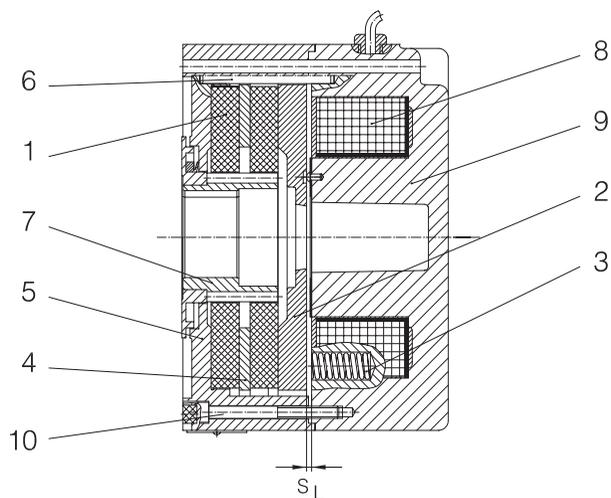

Рис. 1. Пружинный тормоз с промежуточной пластиной серии Z..
2.3 Принцип действия Принцип действия изображен на рис. 1 на примере однодискового пружинного тормоза (серия Z..).
На основе изображенных на рис. 1 вариантов исполнения все тормоза могут быть оснащены следующим дополнительным оборудованием: